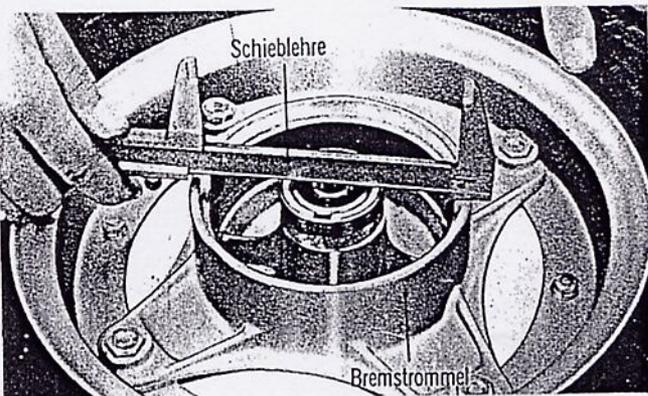

Abbildung 77
- (1) Innendurchmesser der Bremstrommel mit einer Schieblehre prüfen. (Abbildung 77)